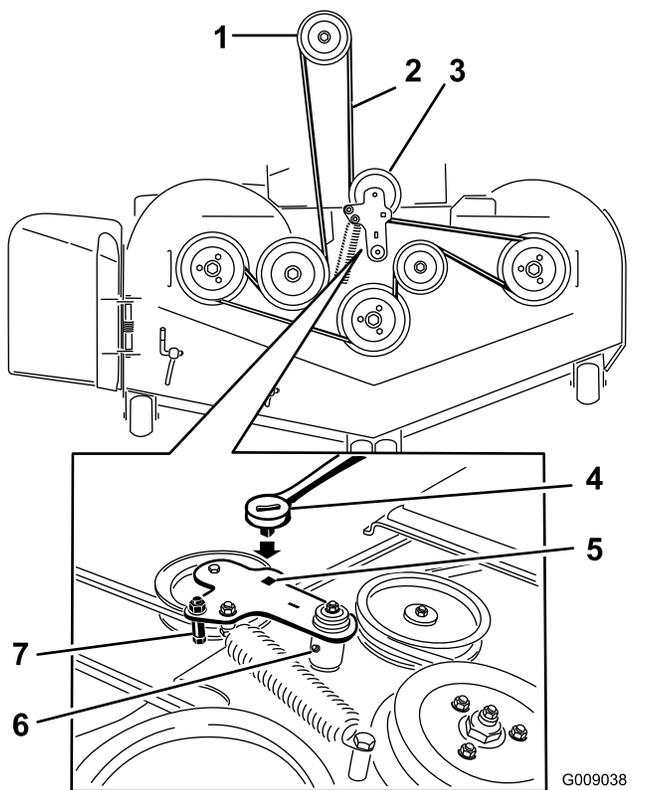

Figure 77
5. Insérez un rochet dans le trou carré du bras de tension pour détendre le ressort de la poulie de tension (Figure 77).
7. Enlevez le guide-courroie situé sur le bras de la poulie de tension rappelé par ressort (Figure 77).
9. Acheminez la courroie neuve autour des poulies du tablier de coupe et de la poulie d'embrayage, sous le moteur (Figure 77).
- Montez le guide-courroie sur le bras de la poulie tension (Figure 77).
- Insérez le rochet dans le trou carré et montez le ressort de la poulie de tension (Figure 77).